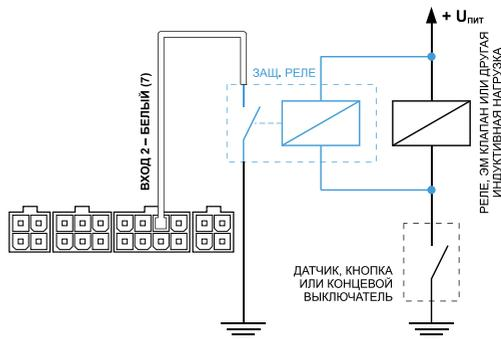

Рисунок 2.
**2. Защитное реле** (рис. 2) – устанавливается параллельно индуктивной нагрузке. При этом контакты защитного реле служат для замыкания входа контроллера на «массу».
**2. Защитное реле** (рис. 2) – устанавливается параллельно индуктивной нагрузке. При этом контакты защитного реле служат для замыкания входа контроллера на «плюс».